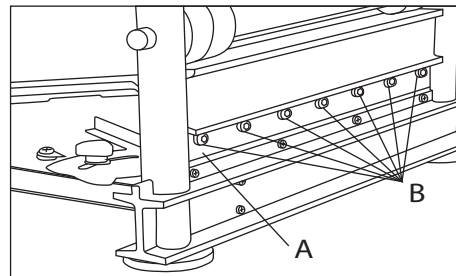

FIGURE 8
1. Pour retirer le couteau (Fig. 8-A), dévissez et retirez les sept vis à tête hexagonaux (Fig. 8-B) en utilisant la clé hexagonale fournie. Retirez soigneusement le couteau.